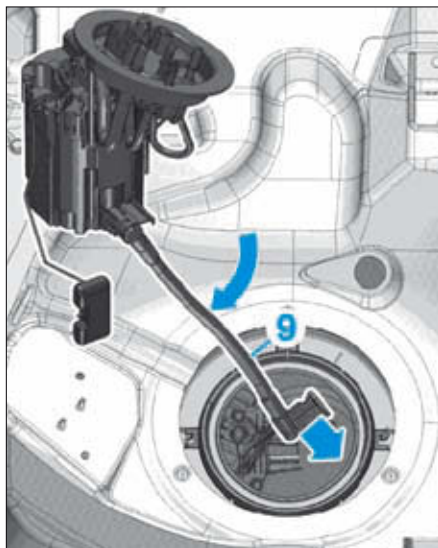

FIG. 30
- Commencer par basculer la canalisation d'aspiration (9) vers le bas dans le réservoir en suivant le sens des flèches puis positionner le flotteur et sa tige de commande dans le réservoir en inclinant le corps de la pompe (Fig.30).